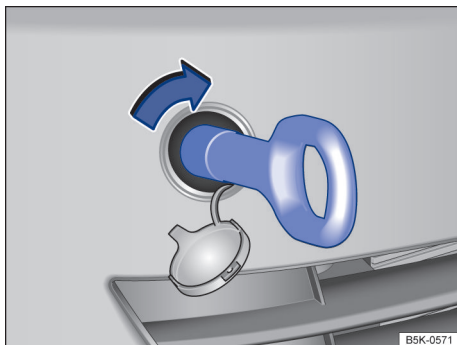

Fig. 184 No para-choque dianteiro à direita: rosquear a argola de reboque.
- Rosquear a argola de reboque tão firme quanto possível **no sentido horário** no alojamento → Fig. 184, → ⌚. Utilizar um objeto apropriado com o qual a argola de reboque possa ser rosqueada com firmeza no alojamento.